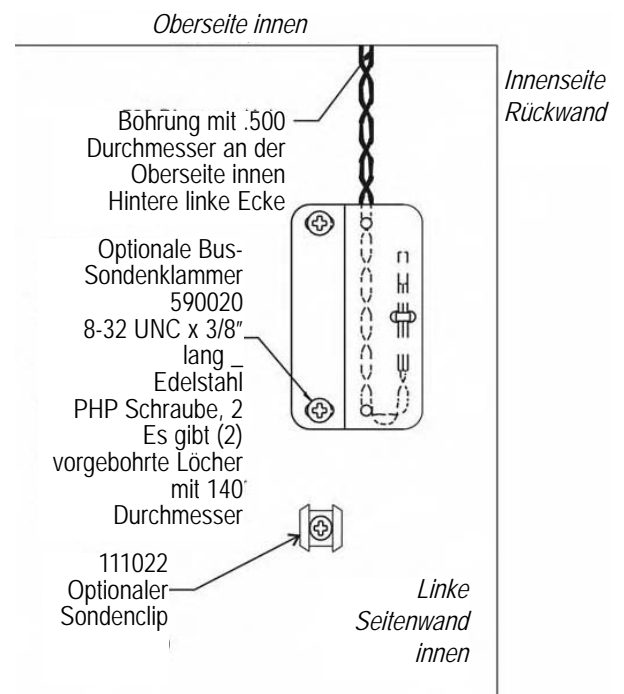

Abb. 5-4. Montierter Sondenclip
- Die vorgebohrte 0,500" Öffnung in der oberen linken und hinteren Ecke der Kammerdecke anbringen. Die Halterabdeckung zur Befestigung der Spiralsonde/des Solenoidkabelsatzes entfernen. Das Sondenkabel abwickeln und die Sondenspitze ca. 12" tief in die 0,500" große Öffnung stecken (Abb. 5-4).
- Die beiden #8-32 vorgebohrten Öffnungen an der inneren linken Wand des Gefrierschranks abdecken. Die Klammer montieren. Abb. 5-4 zeigt die Sicherungs-sonde, die an der inneren linken Wandseite des Gefrierschranks montiert ist.